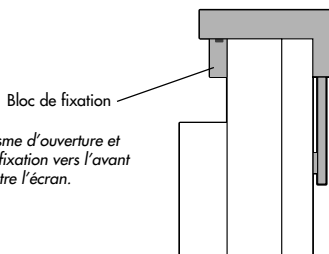

Figure 3
3. Placez le MD-N2M5B au-dessus de l'écran de manière à ce que le bloc de fixation pende derrière le moniteur (**Figures 3, 5 et 6**).